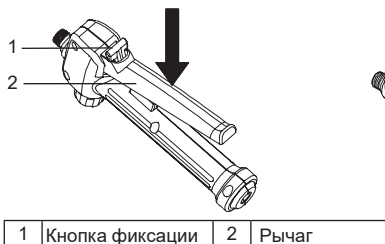

Рис. 12
3. Нажмите и удерживайте рычаг, чтобы начать распыление. См. Рис. 12.